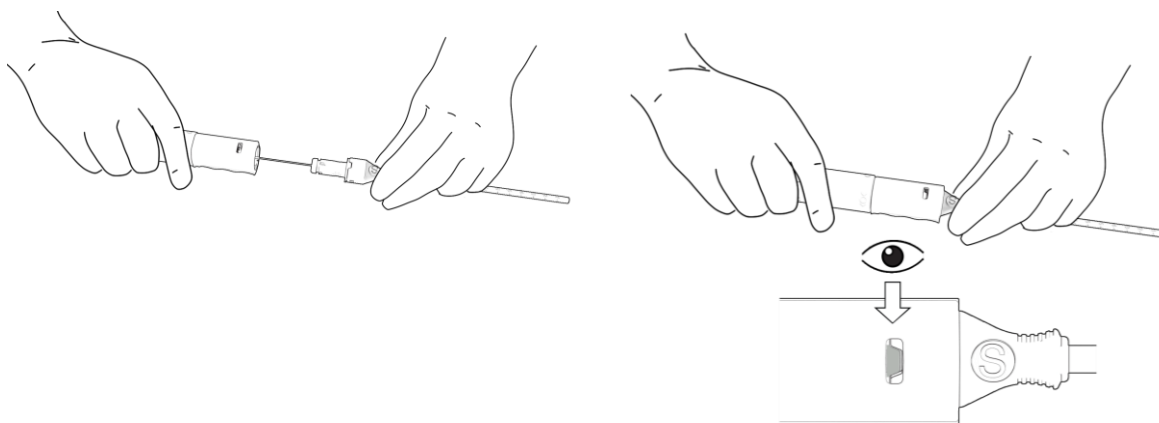

Figura 10. Introduzione del dispositivo di chiusura PerQseal® nell'introduttore a guaina.
- c. Tenendo il terminale dell'introduttore a guaina con una mano e l'impugnatura del dispositivo con l'altra, fare avanzare l'impugnatura del dispositivo procedendo con attenzione. Controllare che gli indicatori dell'introduttore a guaina e dell'impugnatura risultino allineati e che il gruppo cannula di caricamento/terminale della guaina si innesti (con uno scatto) nell'impugnatura del dispositivo. Osservare l'indicatore verde attraverso la finestra di spia. Questo indicatore conferma che l'impugnatura del dispositivo di chiusura PerQseal® è stata correttamente bloccata. Figura 10.